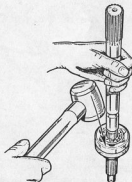

Abb. G.1
(1) Streifenachsmut und ein von Welle entfernen und Welle mittig in einen mit weichen Backen ausgerüsteten Schraubstock spannen.
(2) Manschette und Gehäuseabdichtungsklammern abheben oder den weichen Eisendraht durchschneiden, worauf die Gehäuseabdichtung nach hinten abgewippt und der Gelenkflansch abgehoben werden kann. Gehäuseabdichtung entfernen sowie auch Gummimanschette. Sind diese Bestandteile verschliffen oder beschädigt, dann müssen beim Wiedereinsammeln eine neue zur Verwendung kommen.
(3) Das Kugellager kann nur nach Demontage von der Welle zerlegt werden. Ein Federring in einer tiefen Nut im äußeren Ende der Welle ist in das angelegte Ende der inneren Lagerbohrung eingespreizt, so daß dieser Federring zum Entfernen der Welle in die Nut eingedrückt werden muß.
(4) Welle und Gelenk mit Kugellager nach unten senkrecht halten, worauf mit einem weichen Hammer (s. Abb. G.1) scharf auf die Kante des äußeren Lagerings zu schlagen ist. Hierdurch drückt sich der Federring zusammen, so daß das Gelenk von der Welle abgezogen werden kann. Schwere Schläge sind für diesen Vorgang nicht erforderlich.